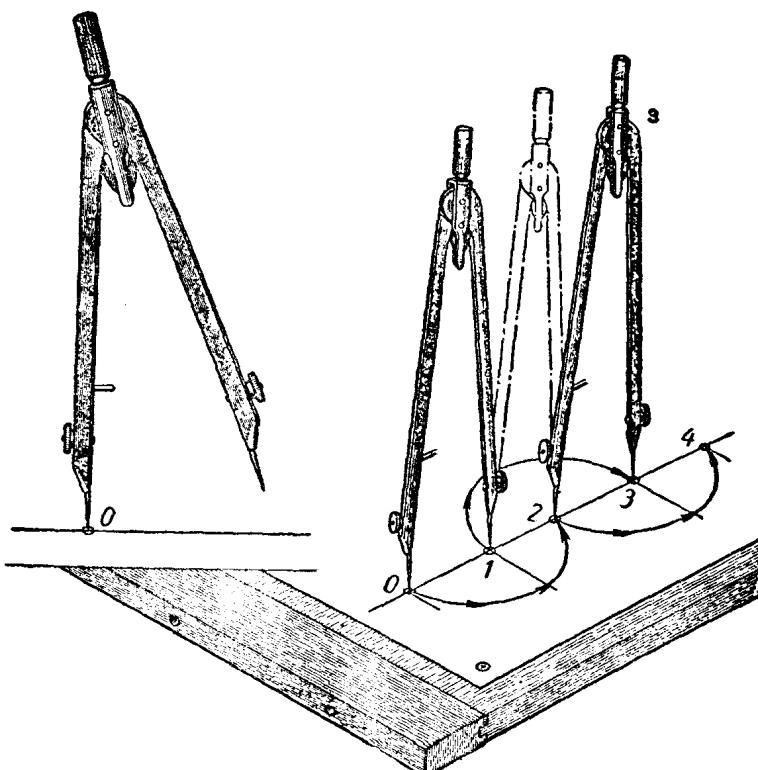

图 18 用分規量取等分綫段
2. 在直线上量取等分线段（图18）。先利用直尺上的刻度按已知长度张开分规腿，由 0 点开始量取线段 01；再以点 1 为支点，转移分规，量得第二段。按同样的方法量得第三、四……线段，如图18所示。